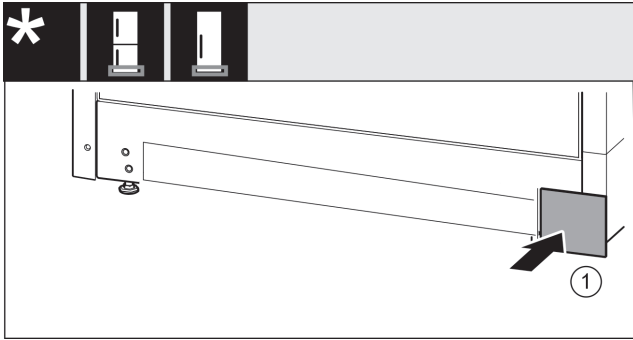

Fig. 17
- Снова установите крышку Fig. 17 (1) с другой стороны.